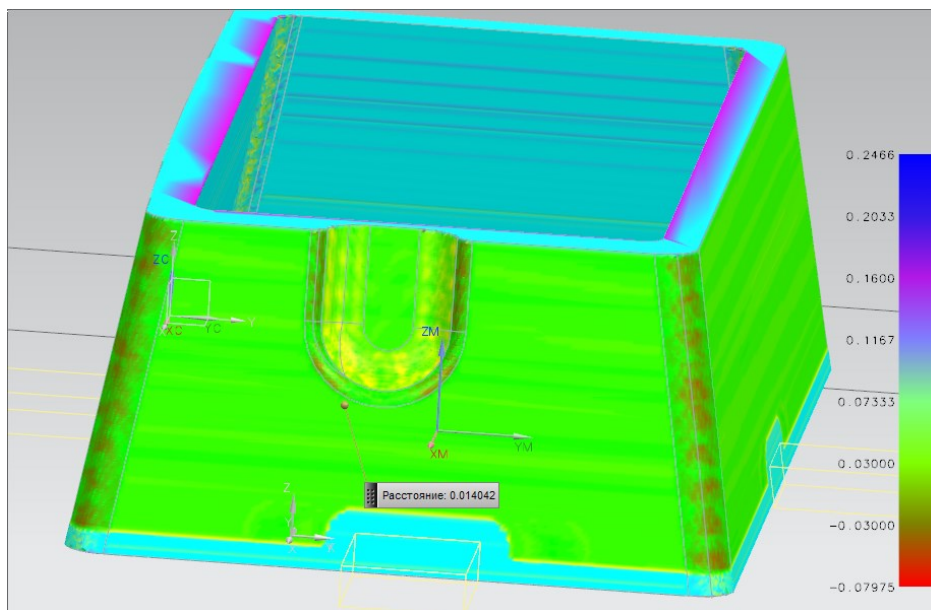

Рис. 2.51. Отображение перепадов толщины припуска на детали
- по окончании воспроизведения выберите опцию **Показать толщину в цвете** (см. рис. 2.51).